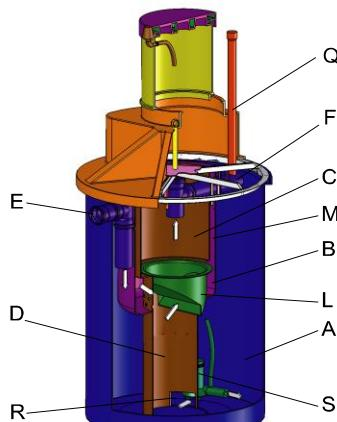

Рис. 5. Аэратор
Очищенная на 50-60% сточная вода самотеком через выходной патрубок поступает на станцию аэрации (Рис. 5).
После предварительной обработки в септике-отстойнике сточная вода через входной трубопровод Е (Рис. 5) поступает в аэротенк для дальнейшей очистки. В емкости «А» аэротенка вода насыщается кислородом воздуха (аэрируется) при помощи погружного насоса (S).
Аэрированная смесь перетекает из емкости оксидирования-нитрификации «А» (Рис. 5) в емкость «В», через первую серию отверстий (T1), проделанных в верхней части ускорителя (М) и стекает по вертикали вниз. В нижней зоне емкости «В» поток перетекает в емкости (С) и (D) через серию отверстий (T2).